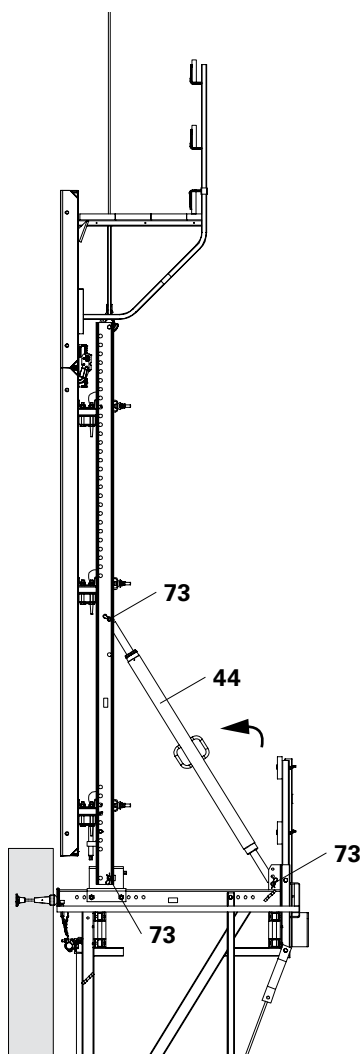
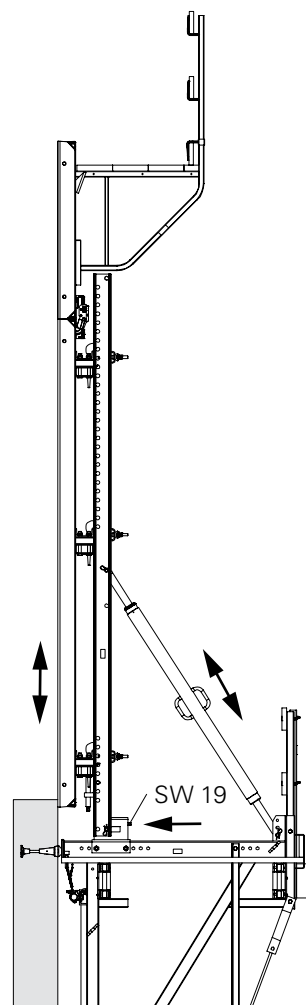

Fig. B2.28c
Fig. B2.28d
4. Fissare il corrente verticale con perno $\varnothing 25 \times 180$ (73) e inserto a molla 4/1 alla mensola. Configurazione standard: utilizzare i fori del corrente verticale lontani dalla parete. (Fig. B2.28c)
5. Fissare il puntone di stabilizzazione CB 164-224 (44) con perno $\varnothing 25 \times 180$ (73) e inserto a molla 4/1 alla mensola. Impostare approssimativamente la lunghezza e fissare al corrente verticale CB (70). (Fig. B2.28c)
6. Sganciare l'imbracatura della gru. Chiudere l'impalcato (31) della piattaforma di getto.
8. Regolare la cassaforma, v. B3. (Fig. B2.28d)